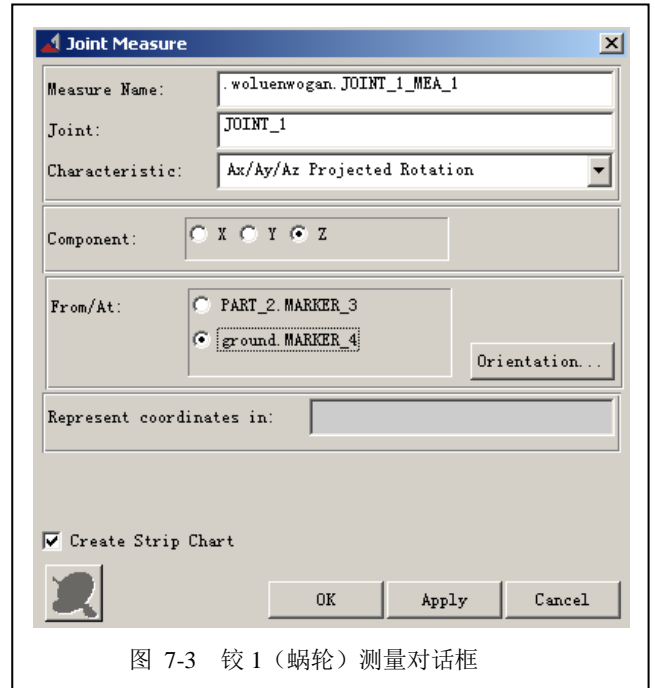
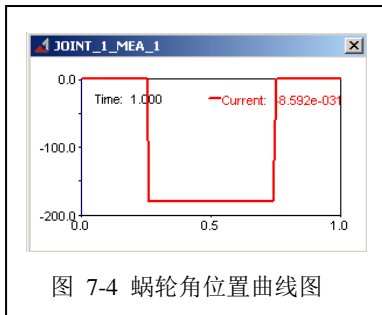

图 7-3 较 1 (蜗轮) 测量对话框
图 7-4 蜗轮角位置曲线图
7.2 在弹出的较测量 (Joint Measure) 对话框中, 在 **Characteristic** 栏选择 **Ax/Ay/Az Projected Rotation**; 在 **Component** 栏选择 **Z**; **From/At** 栏选择 **ground.MARKER\_4** (也可以选择 **PART\_2.MARKER\_3**)。表示测量蜗轮的旋转角度。如图 7-3 所示。然后点击对话框下面的 OK 键确定, 将弹出图 7-4 所示的蜗轮角位置曲线图。